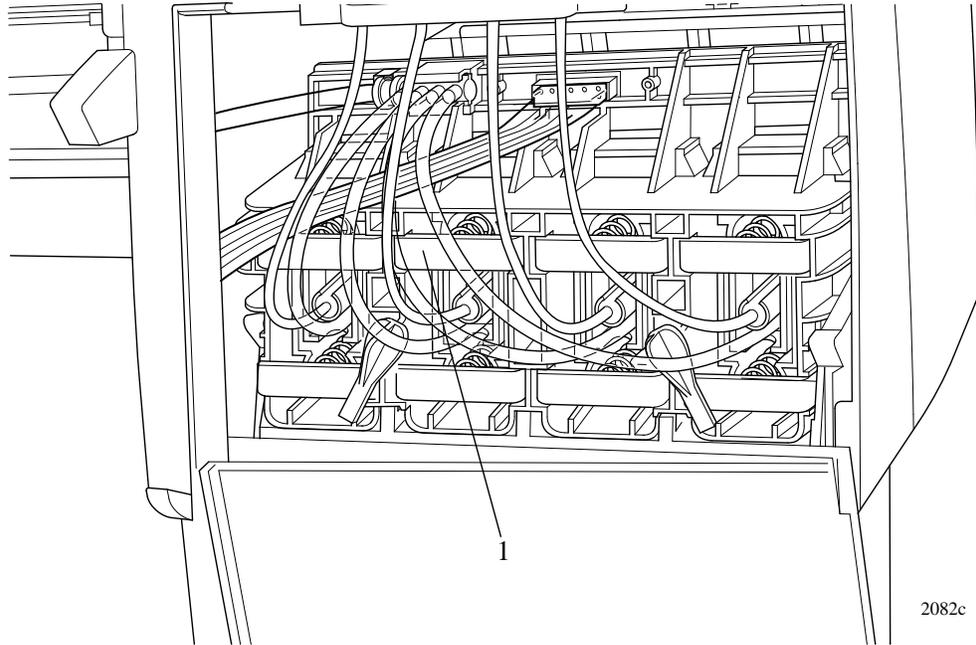

Figura 11: Conector dos tubos dos cartuchos de tinta (puxado para trás)
4. Deslize o conjunto do conector dos tubos dos cartuchos de tinta em sua direção (consulte a Figura 11).